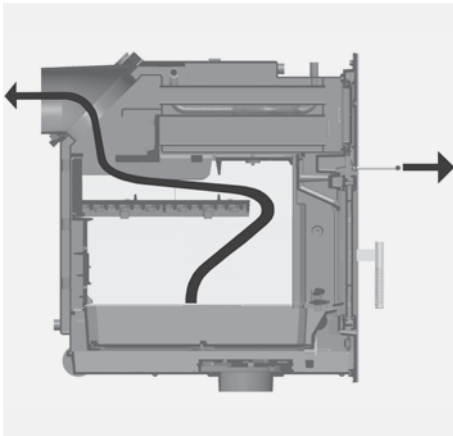

Abb. 3.4 Umlenkschieber herausgezogen, Heizgase strömen nicht durch den oberen Tauscherbereich, sondern auf direktem Wege zum Heizgasstutzen
- Heizen Sie den DIAMANT W an, wie unter „Anheizen“ auf Seite 19 beschrieben, dabei den Bügelgriff herausgezogen lassen (siehe Abb. 3.4)